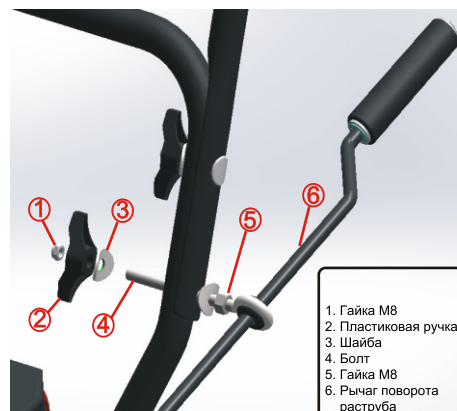

Рисунок 3
Возьмите фиксирующую гайку (1) и пластиковую ручку (2), 2шт. изогнутых шайб (3), болт (4) для установки рычага управления, гайку M8 (5) чтобы зафиксировать рычаг управления разгрузочным лотком в отверстия (см. Рис. 3) рукоятки.